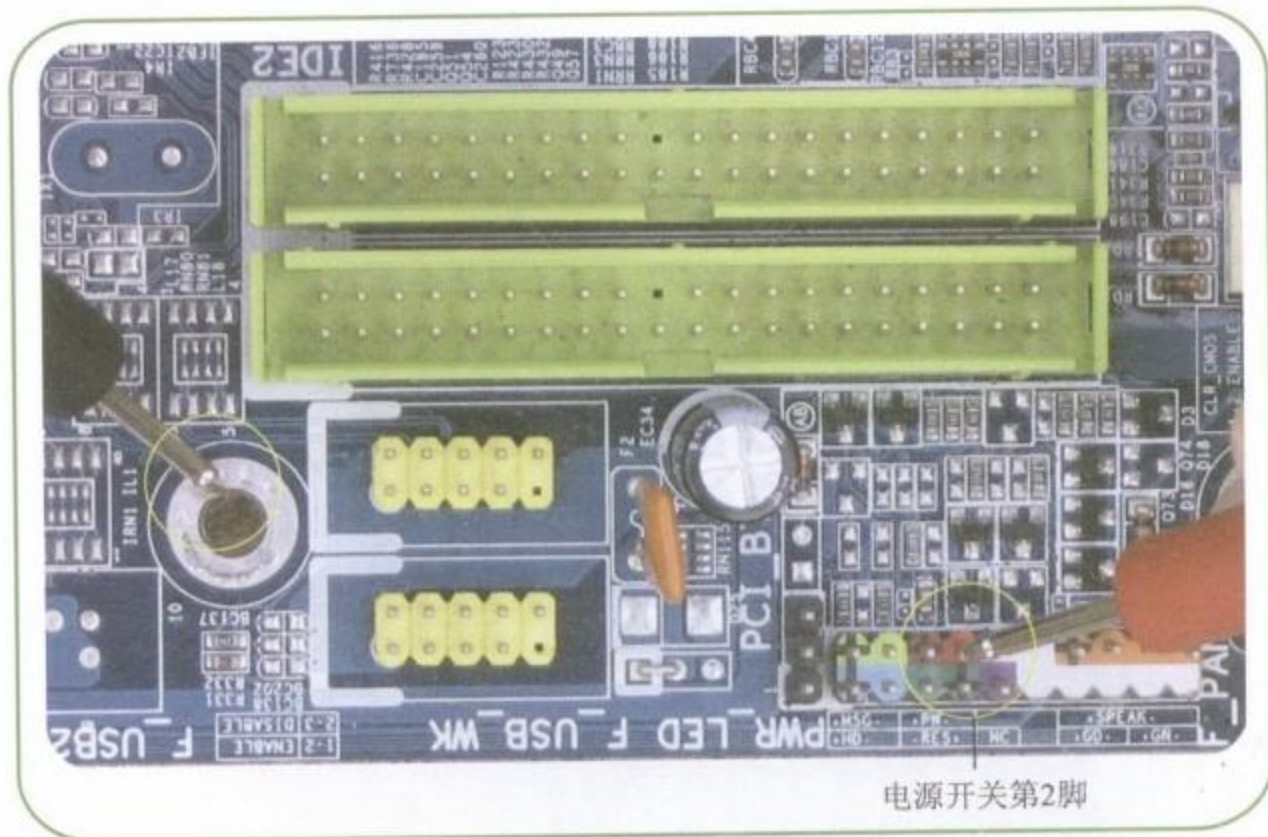

图7-20 测量开机键的第2脚接地
Step 01 将万用表调到“蜂鸣”挡，测量开机键的第2脚接地，如图7-20所示。